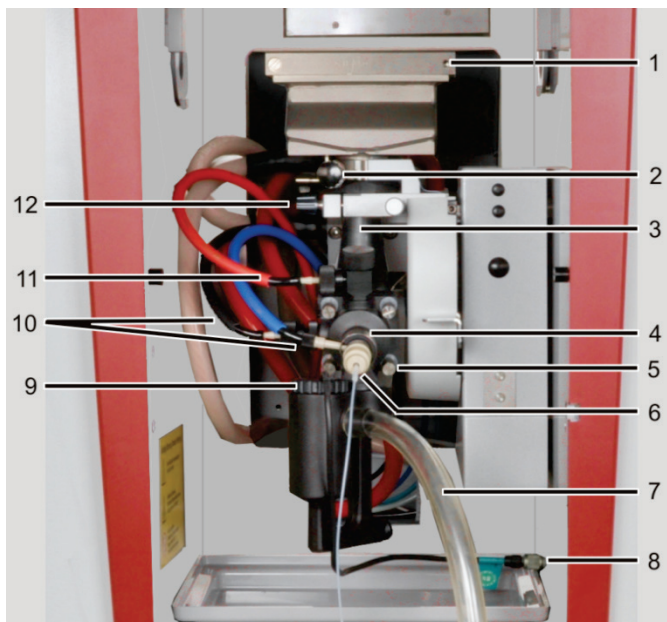
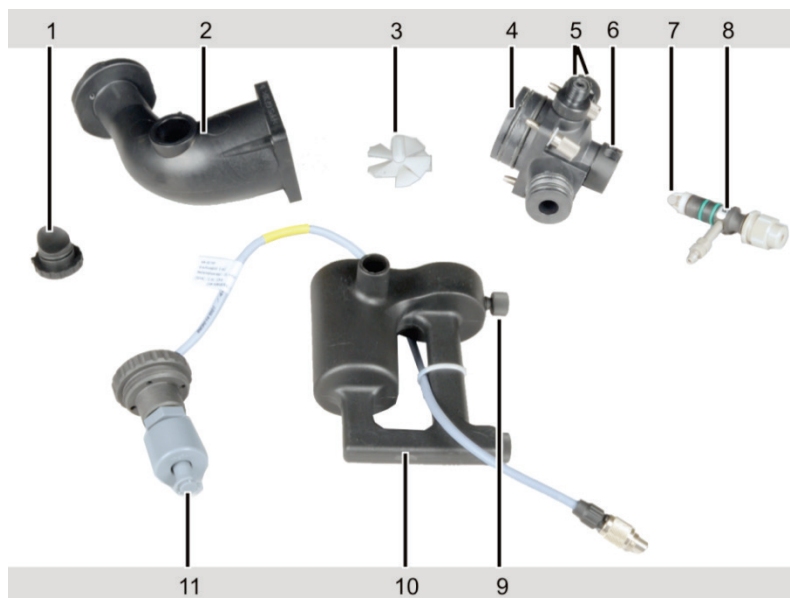
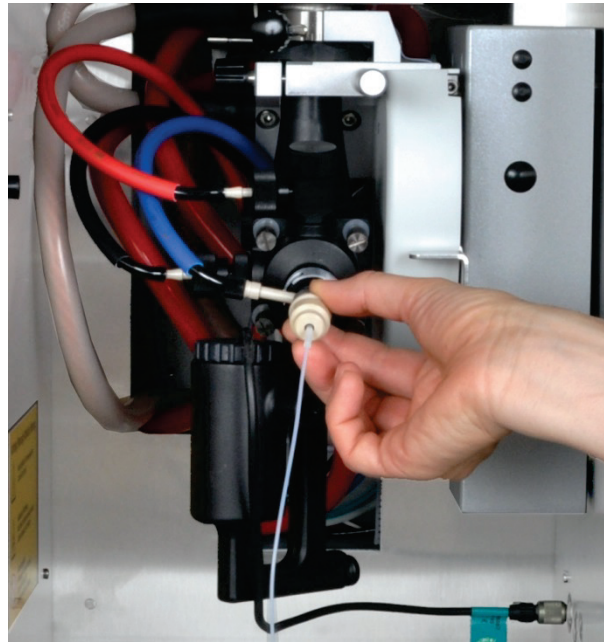

Bild 60 Brenner-Zerstäuber-System ausbauen und zerlegen
Bild 61 Mischkammer und Zerstäuber zur Reinigung zerlegt
Bild 62 Zerstäuber aus der Mischkammer herausziehen
1. Arretierungsschraube (2 in Bild 60 S.99) am Brenner lösen und Brenner vom Brennerhals abnehmen.
2. Schlauchverschraubungen am Mischkammerkopf und Zerstäuber (10, 11 in Bild 60) abschrauben und Probenansaugschlauch vom Zerstäuber abziehen.
3. Arretierungsring des Zerstäubers (4 in Bild 60) drehen, so dass sich die Verriegelung öffnet. Zerstäuber aus Mischkammerkopf herausziehen, dabei den Zerstäuber in der Nut anfassen (Bild 62).
4. Kabel des Siphon-Sensors vom Anschluss in der Probenraumwand (8 in Bild 60) abschrauben und abziehen.
5. Ablaufschlauch vom Ablaufstutzen des Siphons (7 in Bild 60) entfernen.
7. Einsatz des Siphon-Sensors abschrauben, Sensor aus Siphon ziehen (11 in Bild 61).
8. Das System festhalten, Rändelschraube am Haltebügel des Mischkammerrohrs (12 in Bild 60) aufschrauben, Haltebügel nach hinten schwenken und System herausnehmen.
9. Sicherheitsstopfen (1 in Bild 61) aus der Mischkammer ziehen.
10. Die vier Verschraubungen der Mischkammer (5 in Bild 60) lösen und Mischkammer in Kammerkopf und Kammerrohr zerlegen.
11. Mischflügel (3 in Bild 61) aus dem Kammerrohr entnehmen.
12. Gasanschlüsse für Brenngas und Zusatzoxidans (5 in Bild 61) vom Mischkammerkopf abschrauben.
2. Prallkugel (7 in Bild 61 S.99) leicht drehen und vom Zerstäuber ziehen. Sollte die Prallkugel festsitzen, den Zerstäuber noch einmal für mehrere Minuten in das Ultraschallbad legen.
2. Mischflügel am Griff (3 in Bild 61 S.99) halten und in das Mischkammerrohr einsetzen. Durch leichten Druck arretieren.
3. Mischkammerteile (Kammerrohr und Kammerkopf) zusammenstecken, Seiten fluchtend ausrichten und verschrauben (2, 4 in Bild 61). Auf richtigen Sitz der Dichtringe achten.
4. Siphon-Sensor (11 in Bild 61) in den Siphon schrauben. Siphon an Kammerkopf stecken, sodass der Schwimmerbehälter schräg nach vorn zeigt (Position siehe Bild 60 S.99). Siphon mit Klemmschraube (9 in Bild 61) befestigen.
5. Sicherheitsstopfen (1 in Bild 61) an das Kammerrohr stecken.
6. Anschlüsse für Brenngas und Zusatzoxidans (5 in Bild 61) in den Mischkammerkopf mit Dichtringen einschrauben.
7. Zerstäuber (8 in Bild 61) in den Kammerkopf stecken und mit dem Arretierungsring (6 in Bild 61) befestigen.
8. Mischkammer-Zerstäuber-System an der Höhenverstellung im Probenraum mit dem Haltebügel befestigen (12 in Bild 60). Die Markierung muss über der Kante der Haltevorrichtung liegen. Der Teller des Mischkammerrohres muss auf der Haltevorrichtung gleichmäßig aufliegen. Rändelschraube am Haltebügel fest anschrauben.
9. Kabel des Siphon-Sensors (8 in Bild 60) in den Anschluss an der Probenraumseitenwand stecken (auf Nase achten) und festschrauben.
10. Ablaufschlauch auf den Ablaufstutzen des Siphons (7 in Bild 60) stecken. Ablaufschlauch mit stetigem Gefälle in Abfallflasche führen.
12. Brenner auf das Mischkammerrohr aufsetzen und gegen Anschlag 0° drehen. Mit Arretierungsschraube befestigen (2 in Bild 60).